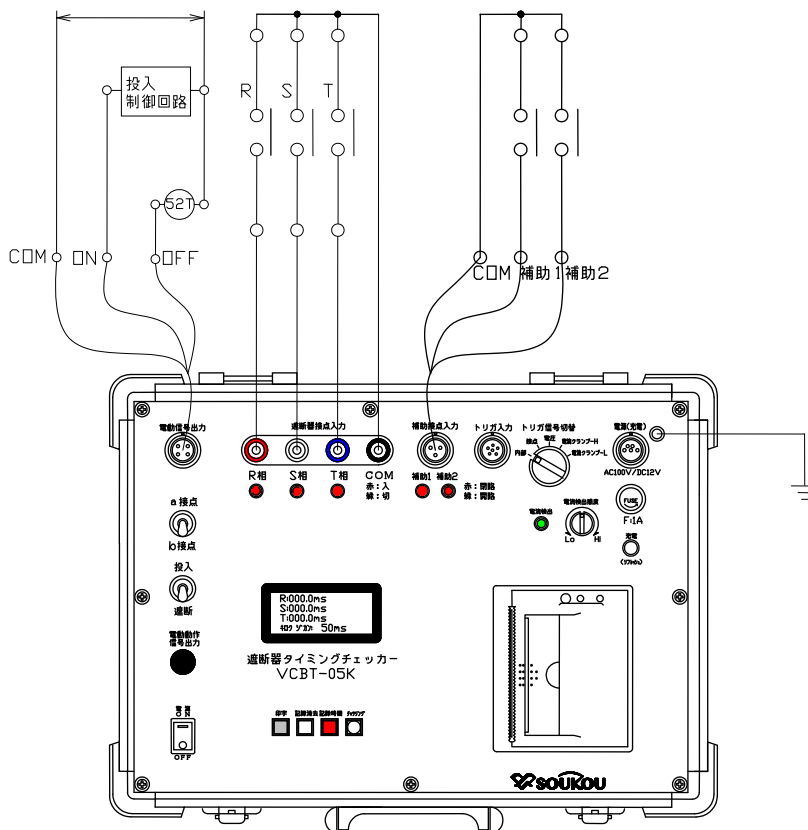

図1：接続例1
2. 各測定条件に応じて接続します。(図1, 2, 3, 4参照)
- 図1：電動動作信号出力で遮断器を動作させ、内部トリガで測定を行う接続例